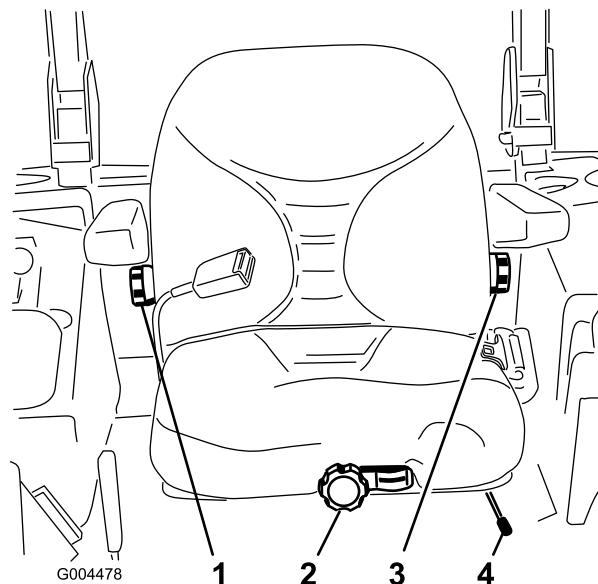

Figura 23
1. Per regolare, spostate lateralmente la leva e sbloccate il sedile (Figura 23).
Per spostarlo, girate nella direzione opportuna la manopola situata sotto il bracciolo destro, fino ad ottenere il migliore comfort (Figura 23).
Per spostarlo, girate nella direzione opportuna la manopola situata sotto il bracciolo sinistro, fino ad ottenere il migliore comfort (Figura 23).